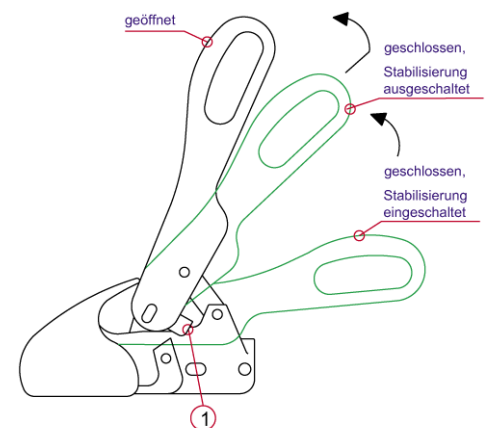

Bild 6: Stabilisierung ausschalten
Den Bedienungshebel langsam nach oben ziehen, um die Stabilisierung auszuschalten. (Bild 6)
Beleuchtungsstecker und Abreißseil lösen, Stabilisierung ausschalten (Bild 6), Bedienungshebel zurückziehen und gleichzeitig weiter anheben (Bild 6), sodass die seitlichen Sicherungslaschen (1) über die Sicherungsflächen schwenken und der Bedienungshebel in die geöffnete Stellung gebracht werden kann. Mit Hilfe eines Deichsellaufrades kann nun der Anhänger vom Zugfahrzeug abgekuppelt werden.